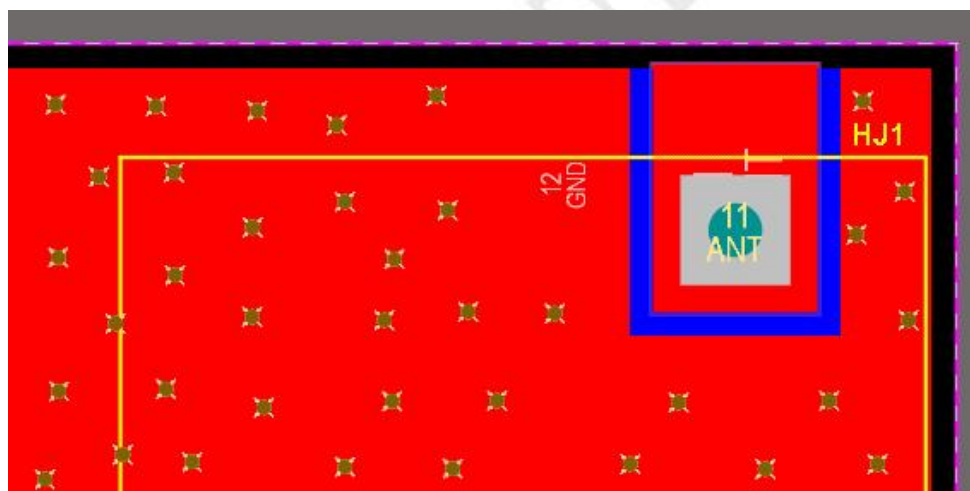

图 5.2：模组放置
- 模块天线应放置于电路板的四周边缘位置，天线部分靠近主板边或者角，最好将模块放置在电路板的角落上，如图 5.2 所示。